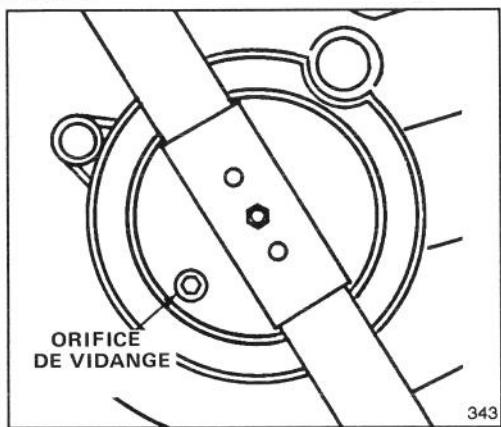

Figure 23
3. Basculez la tondeuse sur le côté gauche. Retirer le bouchon de vidange situé au-dessous de la tondeuse au moyen d'une clé à molette (Fig. 23). Placer un bac de vidange sous la tondeuse.